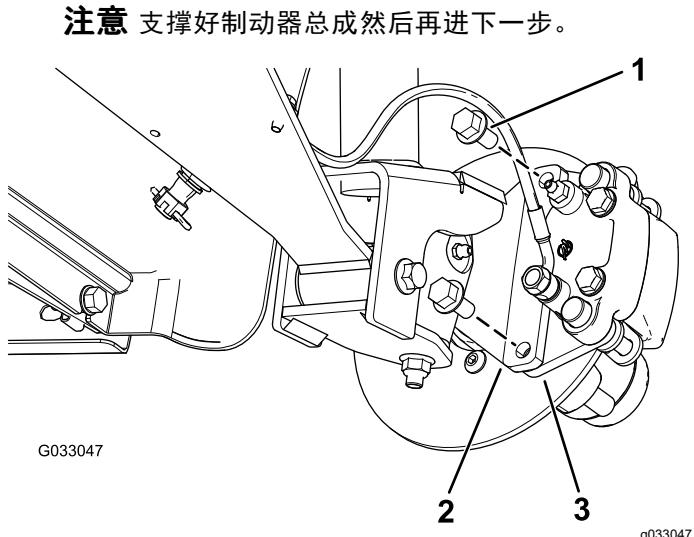

图 23
3. 卸下将制动器总成支架固定到主轴的凸缘头螺栓 $\frac{3}{8} \times \frac{3}{4}$ 英寸将制动器与主轴分开图23。
2. 将刹车踏板与转子的任意一侧对齐图 23 将制动盘托盘中的孔与主轴机架的制动器安装架中的孔对齐图 27。
3. 用 2 个凸缘头螺栓 $\frac{3}{8} \times \frac{3}{4}$ 英寸将卡钳支架固定到主轴机架上图 23。